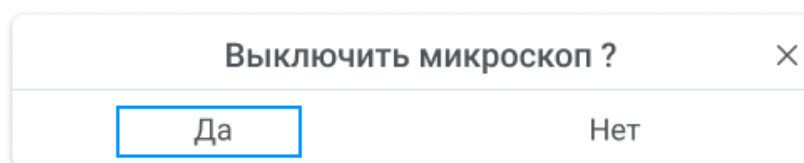

Рисунок 20 – Подтверждение завершения работы
2.3.9.2 В появившемся окне подтвердить выбор действия завершения работы (см. Рисунок 20)